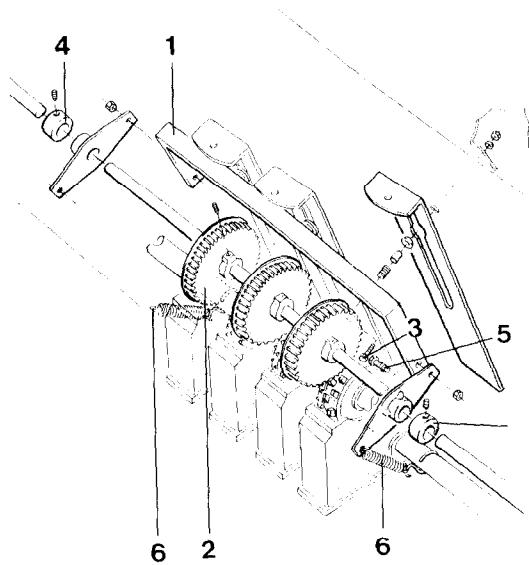

Fig. 37
- Seitlichen Tragrahmen (Fig. 37/1) an den Absperrschiebern lösen.
- Kunststoffantriebsritzel (Fig. 37/2) lösen und mit dem Tragrahmen über der neuen Fahrgasse mit längeren Absperrschieberschrauben M 6 x 25, DIN 933 (Fig. 37/3) an der Sämaschine befestigen.
- Stellringe (Fig. 37/4) leicht gegen die Schwenklager drücken und festziehen.
- Antriebsritzel (Fig. 37/2) auf der Vorgelegewelle verschieben, bis Zähne von Antriebsritzel und Fahrgassensäder ineinander greifen, dann festziehen.
- Um ein Ausweichen der Vorgelegewelle zu gewährleisten, sind die Skt.-Schrauben (Fig. 37/5) der Schwenklagerbefestigung mit leichtem Spiel anzuziehen.
- Vier seitliche Zugfedern (Fig. 37/6) an der Bodenklappenwelle einhängen.